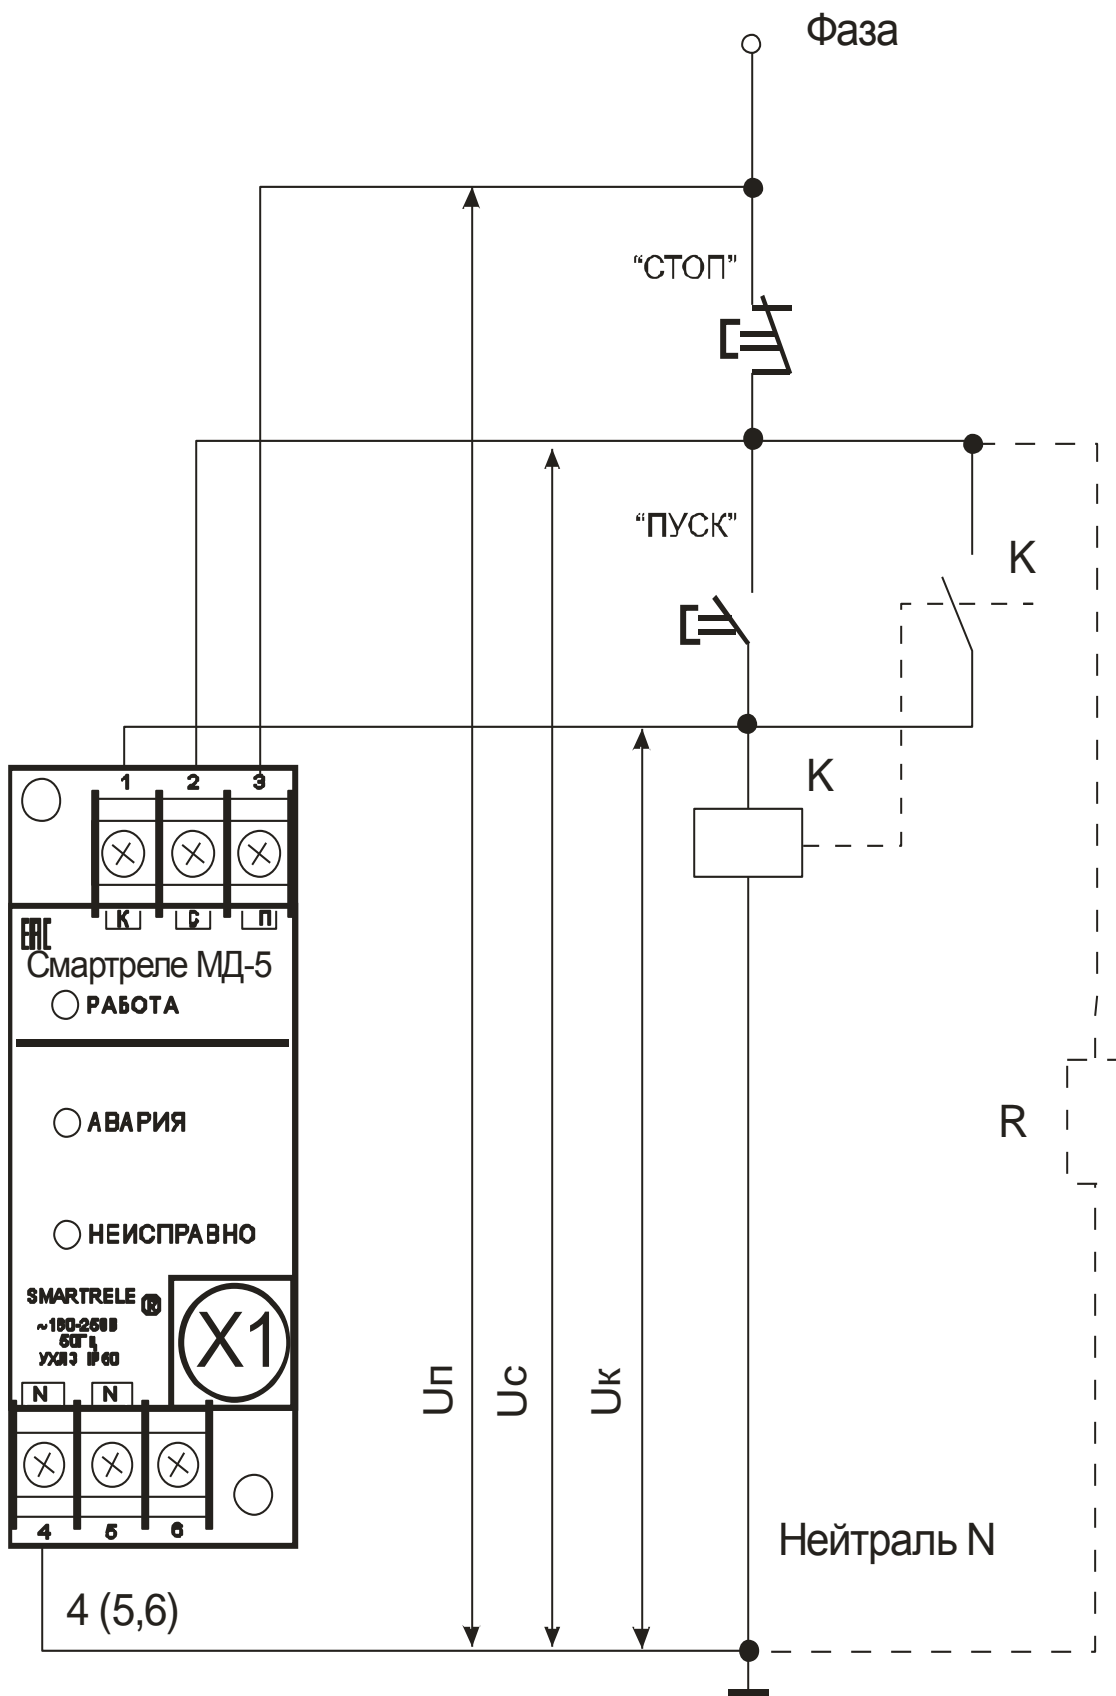

Рисунок 3 – схема подключения СМАРТРЕЛЕ МД-5 к аппарату управления электродвигателем
7.2 Подключение реле производится в соответствии со схемой рис.3.
В связи с этим при монтаже реле в электросистему может понадобиться установка шунтирующего резистора (показан на рис.3 пунктиром) для устранения наведенного напряжения.